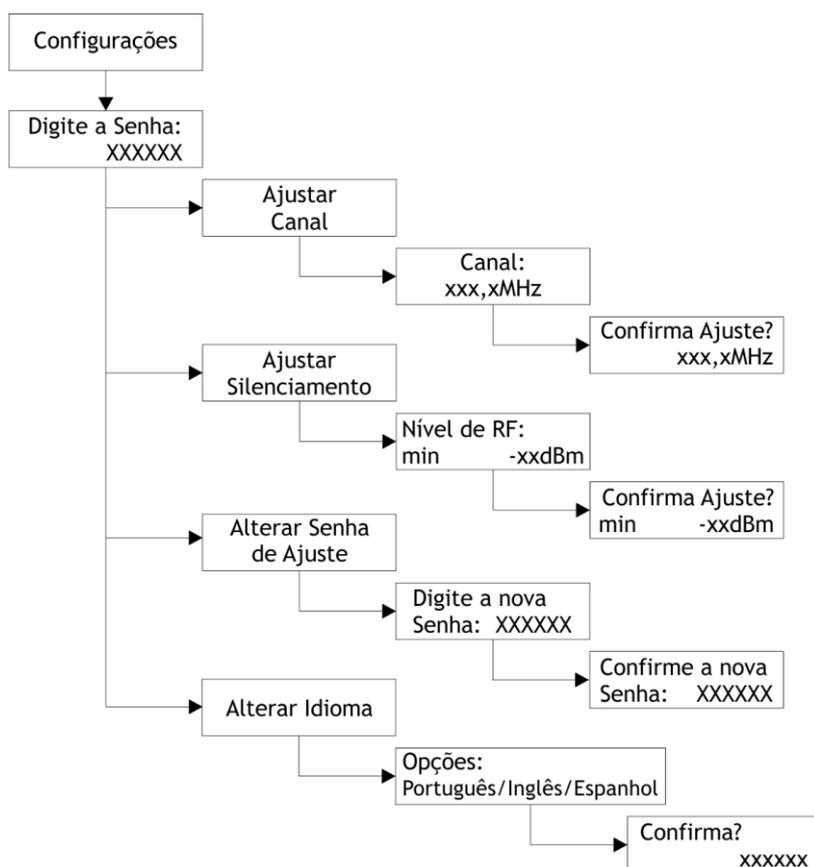

Figura 12: Submenus do Submenu Configurações
Nos submenus expostos na **Figura 12**, há a possibilidade de realizar todas as configurações de operação do equipamento, que são armazenadas independente umas das outras. Por se tratar de configurações que alteram o modo de operação do mesmo, este submenu é protegido por senha (vide **item 3.3.4.1** para maiores detalhes).
Ao acessar o menu de configurações, é solicitado ao usuário que digite uma senha de 6 caracteres (numéricos de 0 a 9). Trata-se da senha de ajuste que vem padronizada pela empresa em “0 0 0 0 0 0”. Após o primeiro acesso, é fortemente recomendado ao proprietário ou técnico responsável pelo equipamento que altere a mesma (através da opção “Alterar Senha de Ajuste” dentro do submenu de “Configurações” - **Figura 12**), para evitar que o uso por pessoas não autorizadas possa causar problemas futuros.